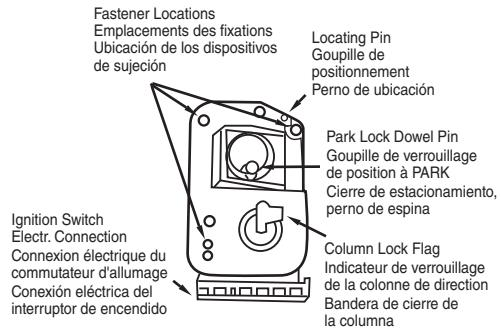

Fig. 4
2. Before attaching ignition switch to a tilt steering column, the transmission shifter must be in Park position. The park lock dowel pin and column lock flag must also be properly indexed before installing switch (Fig. 4).
- B. Place Ignition switch in lock position. The switch is in the lock position when column lock flag is parallel to ignition switch terminals (Fig. 4).
2. Avant de fixer le commutateur d'allumage sur une colonne de direction adaptable, le levier de transmission doit être réglé à la position PARK. La goupille de verrouillage de position à PARK ainsi que l'indicateur de verrouillage doivent aussi être correctement positionnés avant l'installation du commutateur (fig. 4).
2. Antes de fijar un interruptor de encendido a una columna de dirección inclinable, la palanca de cambios debe estar en posición PARK (Estacionado). El perno de cierre de espiga de la posición PARK y el cierre y la bandera de cierre de la columna deben marcarse apropiadamente antes de instalar el interruptor (Fig. 4).
- B. Coloque el interruptor de encendido en la posición LOCK (Trabado). El interruptor está en la posición 'LOCK cuando la bandera de la columna queda paralela con los terminales del interruptor de encendido (Fig. 4).